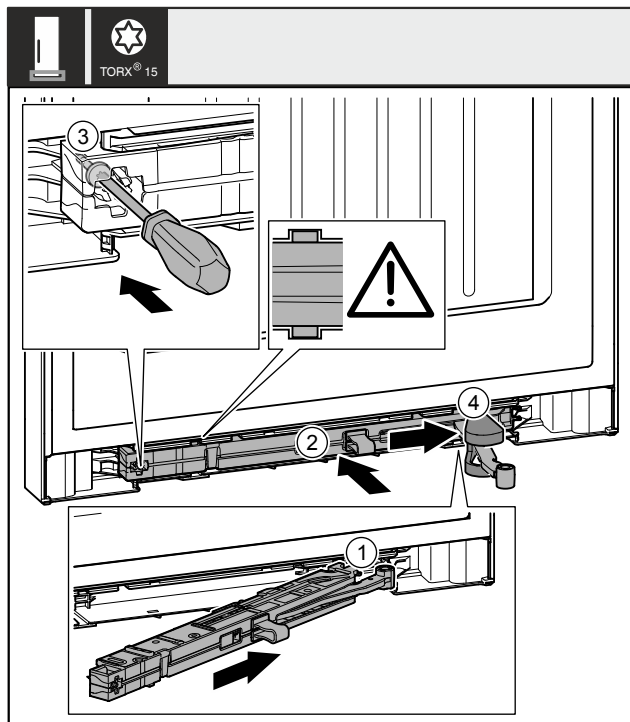

Fig. 53
- ▶ Empuje la unidad del amortiguador de cierre Fig. 53 (1) hacia el hueco sobre el lado del soporte del cojinete en ángulo hasta el tope.
- ▶ Introduzca completamente la unidad del amortiguador de cierre Fig. 53 (2) en el hueco.
- ▶ Apriete el tornillo Fig. 53 (3) con un destornillador.
- ▶ Deslice la cubierta Fig. 53 (4) sobre la bisagra.